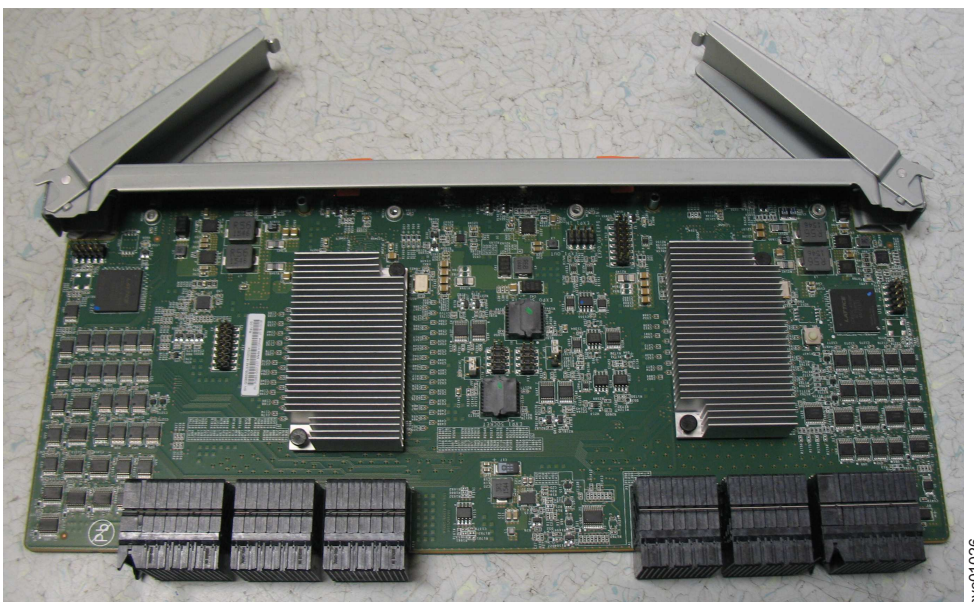

图 95. 从机柜中卸下的辅助扩展器模块
5. 将辅助扩展器模块放在安全的位置，如第 109 页的图 95 中所示。